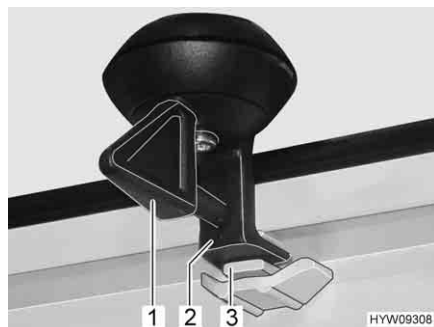

Fig. 75 Bloccaggio (posizione di ricircolo d'aria)
- Ruotare la leva (Fig. 75,1) di un quarto di giro. Il bloccaggio (Fig. 75,2) deve entrare nella rientranza superiore (Fig. 75,3).